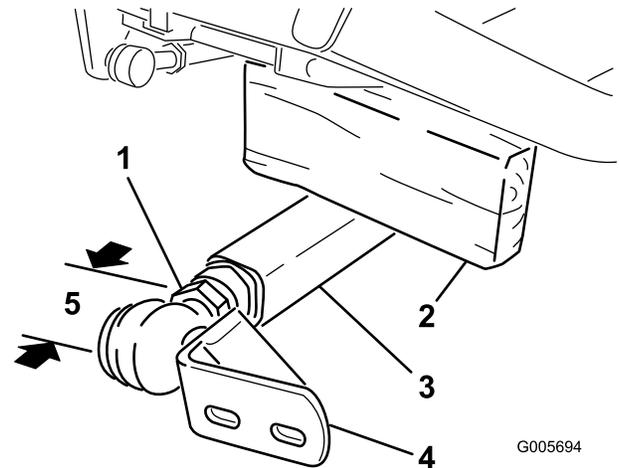

Bild 6
4. Setzen Sie dann einen 51 mm x 102 mm großen Holzblock zwischen den Rahmen und die Oberseite des Schubarms (Bild 6).
5. Drehen Sie das Kugelgelenk in den linken Schubarm, bis die Mitte des Kugelgelenks ca. 60 mm von der Vorderseite des Schubarms entfernt ist (Bild 6).